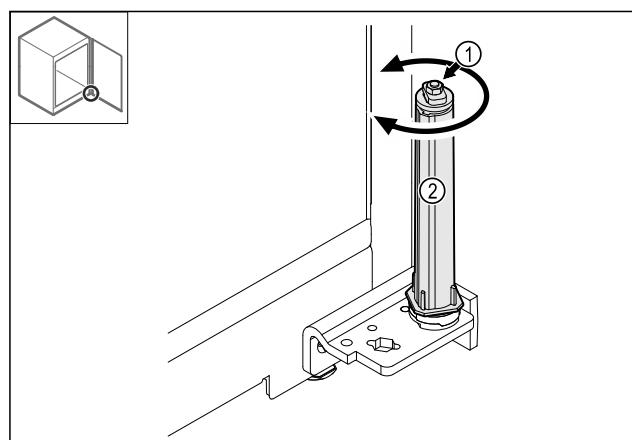

Fig. 41
▶ 切勿毁坏关门系统的螺旋接合点 *Fig. 41 (1)*。
▶ 转动关门系统 *Fig. 41 (2)*，直至听到咔嚓声。